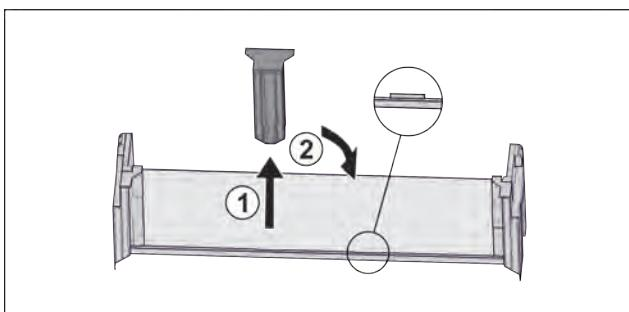

Fig. 19
► Снимите среднюю поддерживающую деталь Fig. 19 (1).
► Вставьте среднюю поддерживающую деталь во вторую позицию Fig. 19 (2).